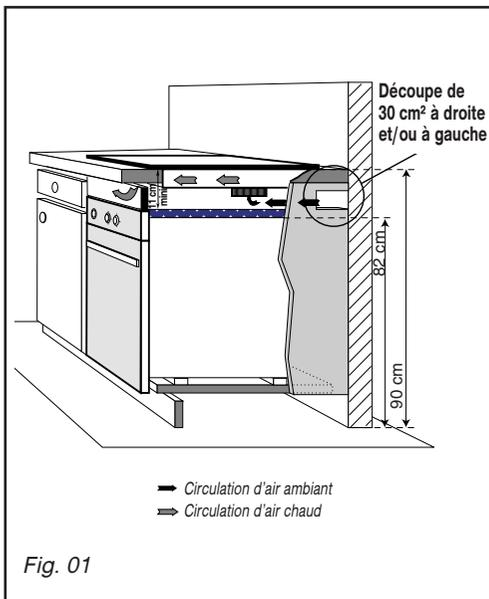

Fig. 01
– Au-dessus d'un four (Fig. 01)
Nous suggérons à cet effet une découpe de 30 cm² à l'arrière d'un des côtés de la niche d'encastrement (*Fig. 01*).
— Branchez les fils sur l'installation en respectant les couleurs des fils (Fig. 01).